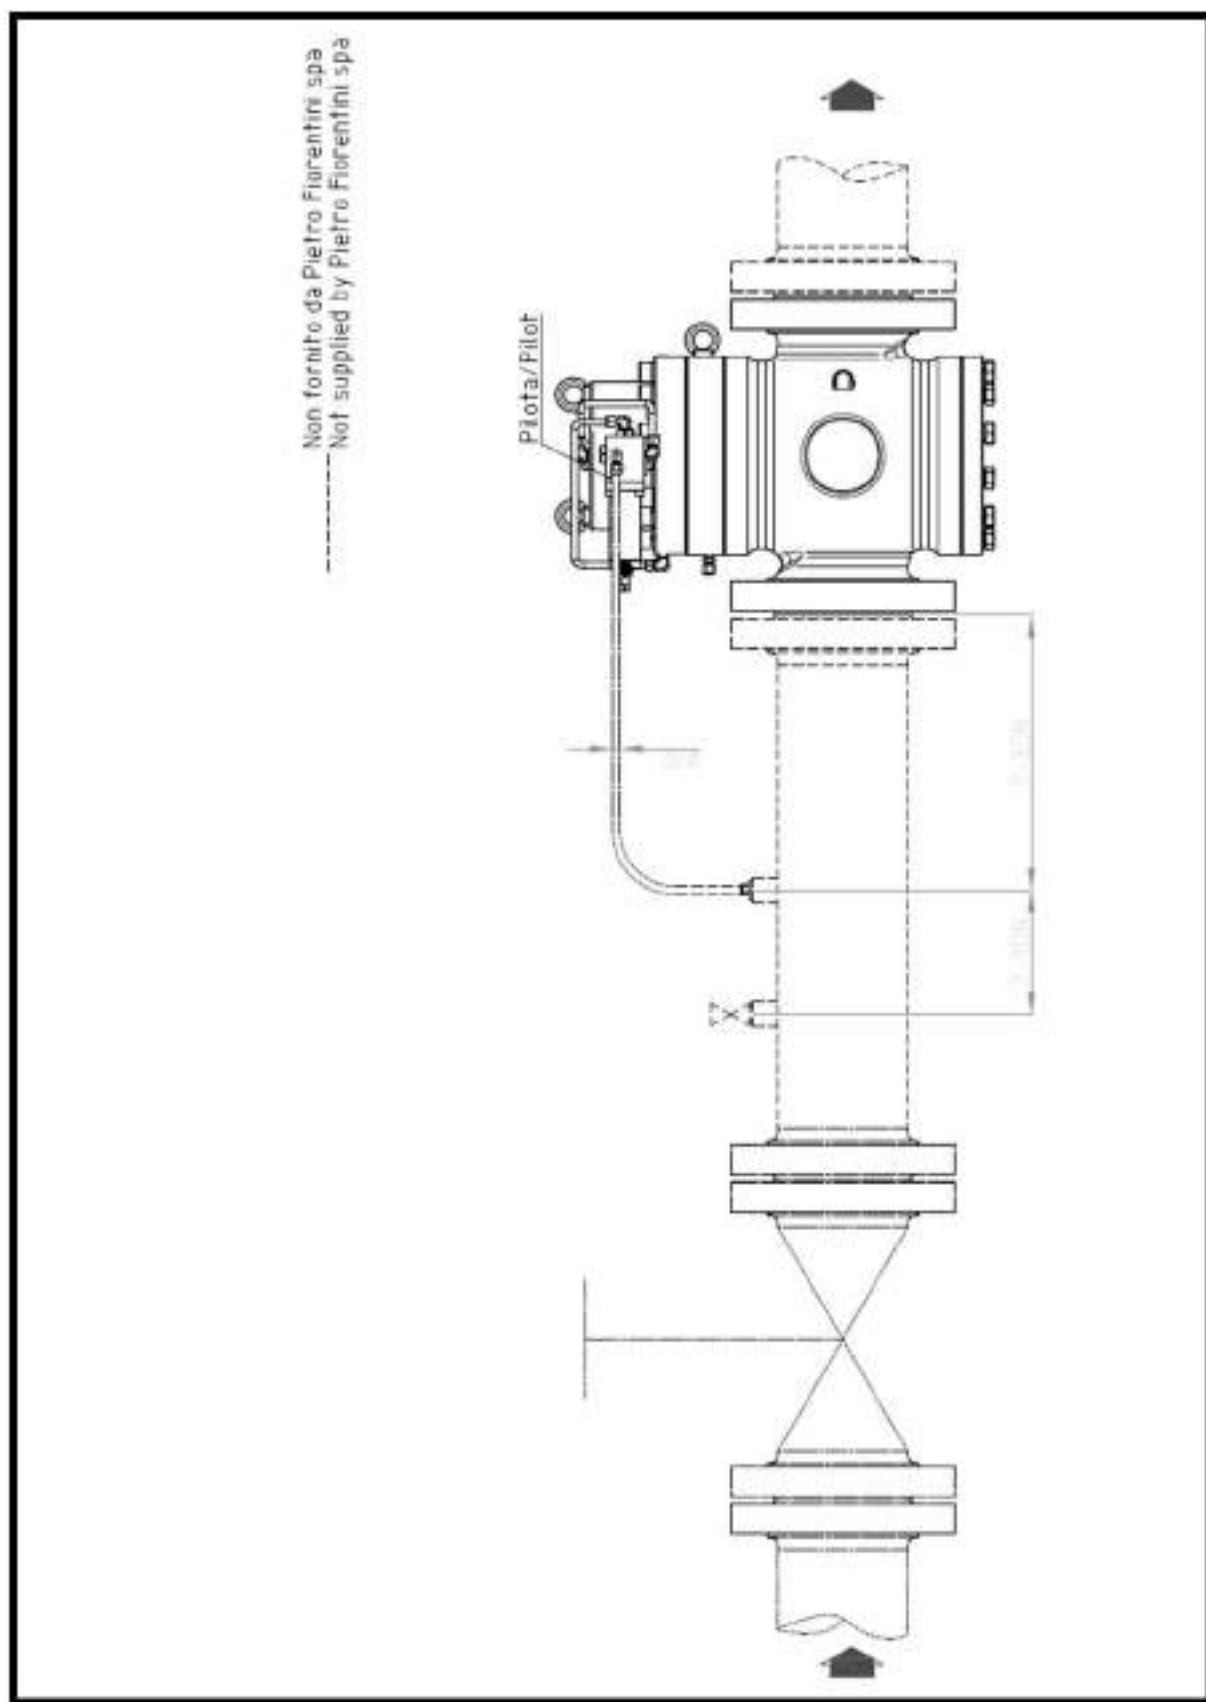

Рисунок 4
3.4 ВВОД В ЭКСПЛУАТАЦИЮ (РИС. 4)